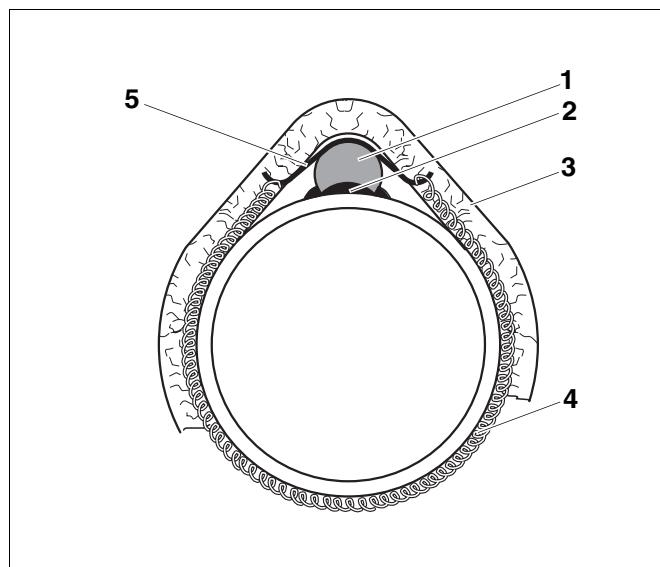

Fig. 2
- Anlege-Temperaturfühler (Fig. 2, **Pos. 1**) dünn mit Wärmeleitpaste (Fig. 2, **Pos. 2**) einstreichen.
- Anlege-Temperaturfühler mittels Halteblech (Fig. 2, **Pos. 5**) und Spannfeder (Fig. 2, **Pos. 4**) am Heizungsvorlaufrohr montieren.
- Anlege-Temperaturfühler mit mindestens 20 cm langem Isoliermaterial (Fig. 2, **Pos. 3**) isolieren.
- Spread thermal conductivity grease (Fig. 2, **Pos. 2**) on the contact temperature sensor (Fig. 2, **Pos. 1**).
- Fix the Temperature Sensor with the mounting bracket (Fig. 2, **Pos. 5**) and the spring (Fig. 2, **Pos. 4**) at the flow pipe.
- Insulate the Temperature sensor (Fig. 2, **Pos. 3**) at least 20 cm (8 in).
- Strijk de aanlegtemperatuurvoeler (Fig. 2, **Pos. 1**) in met een dunne laag warmtegeleidende pasta (Fig. 2, **Pos. 2**).
- Monteer de aanlegtemperatuurvoeler met behulp van een bevestigingsplaatje (Fig. 2, **Pos. 5**) en een spanveer (Fig. 2, **Pos. 4**) op de aanvoerleiding van de verwarming.
- Isoleer de aanlegtemperatuurvoeler met een stuk isolatiemateriaal van ten minste 20 cm (Fig. 2, **Pos. 3**).
- Appliquer une fine couche de pâte de contact (Fig. 2, **Pos. 2**) sur la sonde de température (Fig. 2, **Pos. 1**).
- Fixer la sonde de température de contact à l'aide de la plaque de fixation (Fig. 2, **Pos. 5**) et du ressort (Fig. 2, **Pos. 4**) sur la tuyauterie de départ.
- Isoler la sonde de température de contact avec un morceau d'isolation sur une longueur d'au moins 20 cm (Fig. 2, **Pos. 3**).
- Stendere una velo di pasta conduttriva (Fig. 2, **Pos. 2**) sulla sonda di temperatura a contatto (Fig. 2, **Pos. 1**).
- Montare la sonda di temperatura a contatto al tubo di mandata della caldaia tramite la lamiera di sostegno (Fig. 2, **Pos. 5**) e la molla di tensione (Fig. 2, **Pos. 4**).
- Isolare la sonda di temperatura a contatto con materiale isolante lungo almeno 20 cm (Fig. 2, **Pos. 3**).